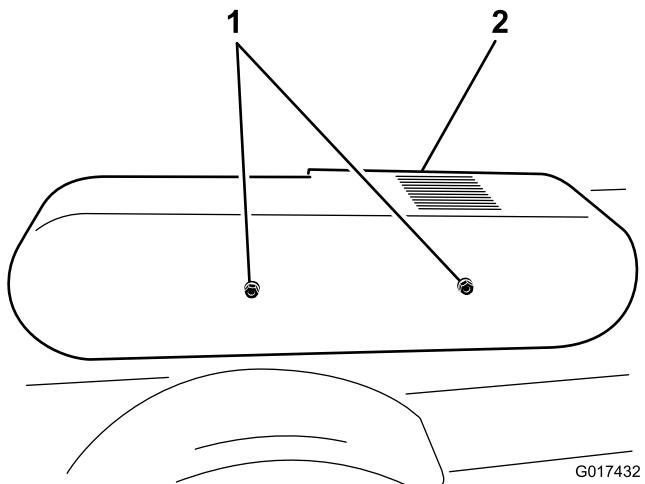

Figura 16
2. Retire el protector de la correa (Figura 16).